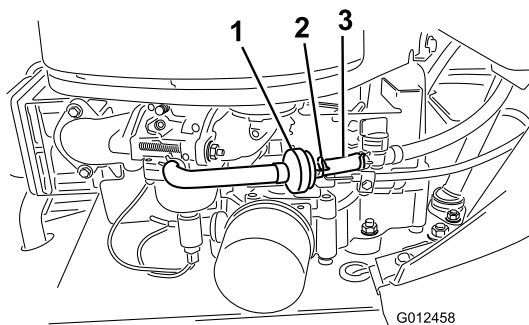

Bild 30
- Nehmen Sie die Ölablassschraube ab, damit das Öl ablaufen kann (Bild 30).
7. Lockern Sie die Schlauchklemme am Kraftstofffilter und schieben Sie sie an der Kraftstoffleitung weg vom Kraftstofffilter (Bild 30).
8. Ziehen Sie die Kraftstoffleitung vom Kraftstofffilter (Bild 30).
11. Schieben Sie die Schlauchklemme ganz an den Kraftstofffilter heran, um die Kraftstoffleitung zu befestigen (Bild 30).
Tauschen Sie den Kraftstofffilter am besten aus, wenn der Tank leer ist (Bild 30). Bauen Sie nie einen verschmutzten Filter wieder ein, wenn Sie diesen aus der Kraftstoffleitung entfernt haben.